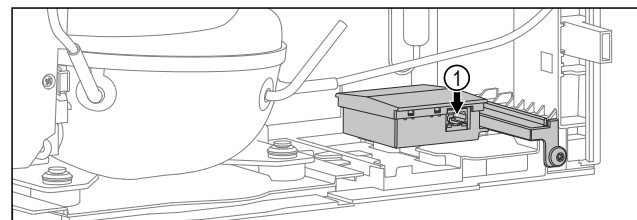

Fig. 44
- Ein Netzwerkkabel ist angeschlossen. Fig. 44 (1)
- ▶ Netzwerkkabel einstecken. Fig. 44 (1)